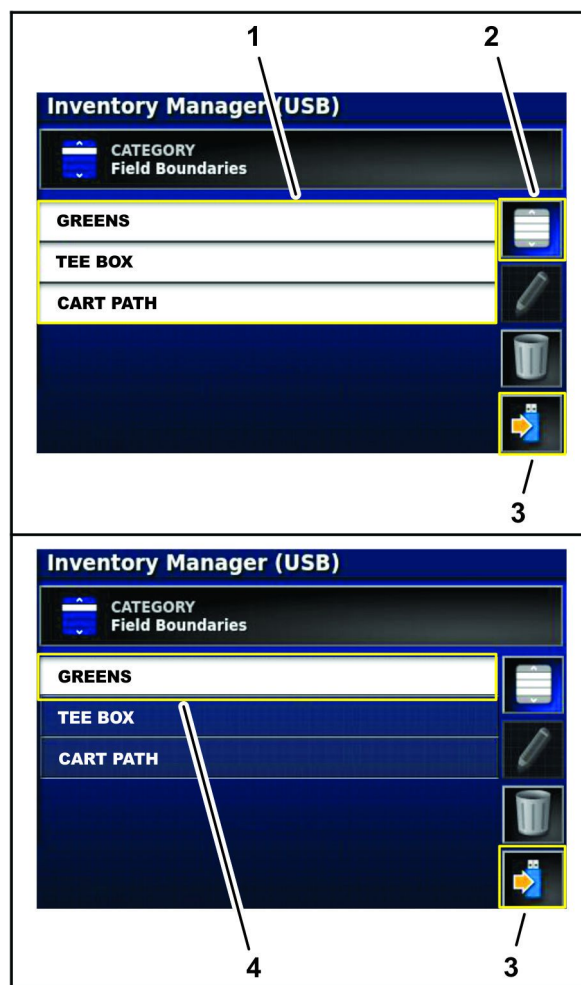

Figura 105
- Pressione o ícone Selecionar todas para selecionar todas as informações da categoria (Figura 105).
8. Pressione o ícone Guardar itens selecionados (Figura 105).